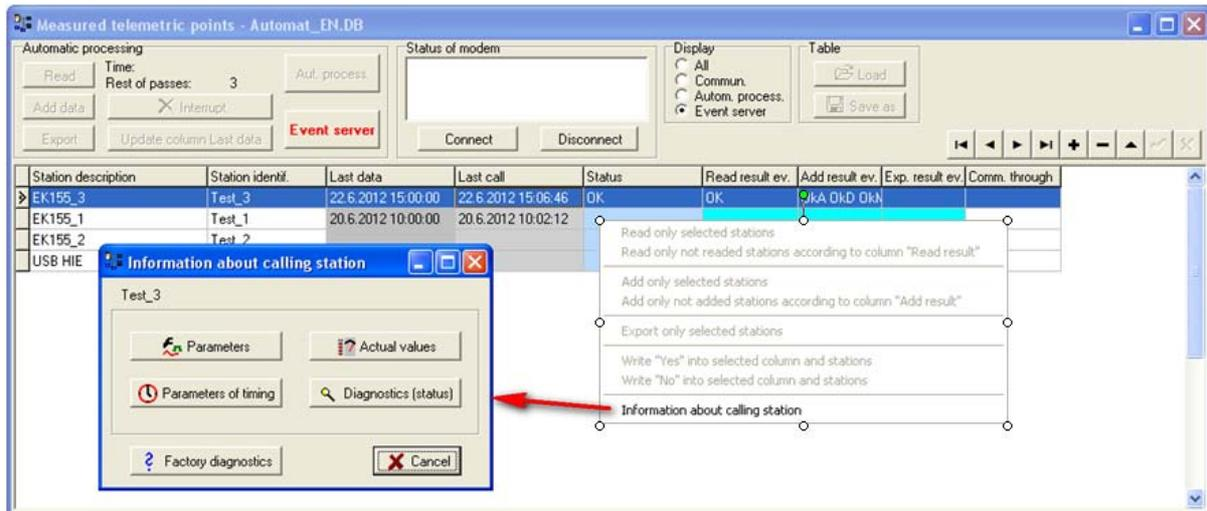

Fig. 71 Brevi informazioni sulla stazione che chiama
Se la riga della stazione pertinente mostra un menu locale dopo avere cliccato il tasto destro del mouse, si possono recuperare le informazioni di base sulla stazione che chiama (Fig. 71), ossia la sua parametrizzazione, lo stato diagnostico interno e i valori immediati delle voci misurate nel momento in cui la stazione viene letta e i parametri di determinazione dei tempi (per es. l'impostazione degli orologi temporizzatori, nel momento in cui termina la comunicazione con il dispositivo).
– se questa selezione è stata impostata nelle schede Events Parameters) – vedere colonna 16.5.4. Questa nuova impostazione sovrascrive l'impostazione della stazione originale, che può essere visualizzata, secondo quanto descritto prima, cliccando su **Parameters** nella finestra **Information about a station that is calling** (Fig. 71 Brevi informazioni sulla stazione che chiama).